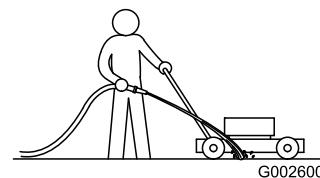

Figure 46
1. Mettez le moteur en marche lorsque la tondeuse se trouve sur une surface revêtue plane et dirigez un jet d'eau devant la roue arrière **droite** (Figure 46).